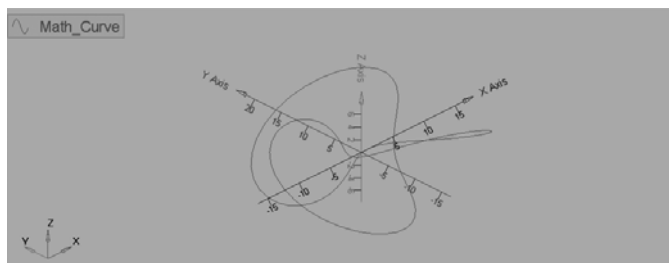

图 13-139 改变坐标轴和背景色
(2) 从调色板中为 X 坐标轴选择一种颜色。
(3) 分别单击 Y 和 Z 坐标轴的标签并为每个坐标轴选择一种颜色。
(4) 单击激活 Shading 标签。
(5) 将 Grid style 设置为 Box，改变 Grid line 颜色。
(6) 将 Axes lengths 设置为 Automatic。
(7) 勾选 Grid style 下的 Lines。
(8) 从调色板选择一种颜色改变背景色，如图 13-139 所示。